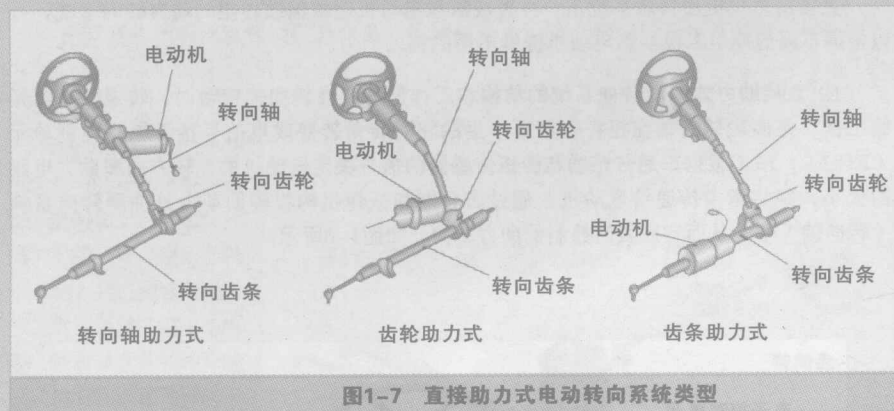

图1-7 直接助力式电动转向系统类型
2) 直接助力式电动转向系统。根据电动机布置位置的不同, 直接助力式电动转向系统可以分为转向轴助力式、齿轮助力式、齿条助力式三种类型, 如图1-7所示。